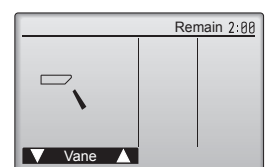

Fig. 7-4
- ② Drücken Sie die [AUSWAHL]-Taste, um den Vane-Bedienschilder aufzurufen, und prüfen Sie dann mit Tasten [F1] und [F2] die automatische Flügelbewegung. (Fig. 7-4)